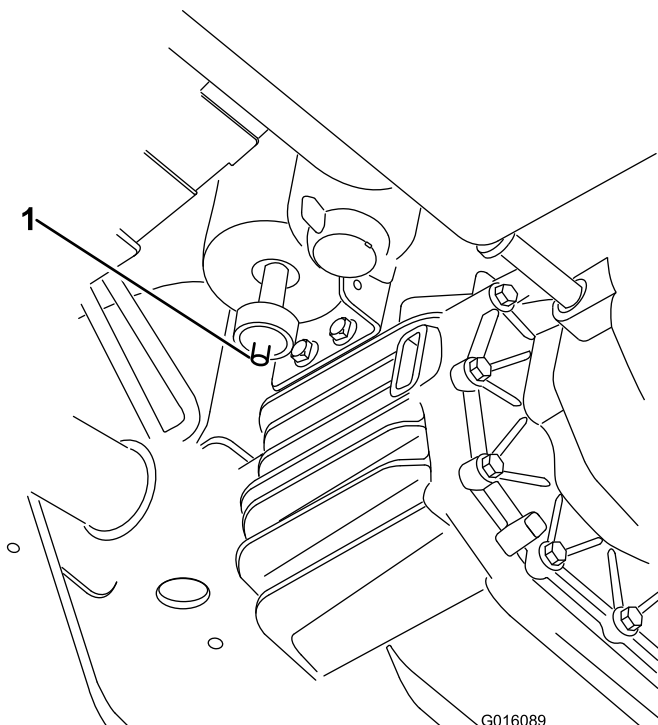

Figure 45
1. Localisez le filtre à air au bas de la cartouche à charbon actif (Figure 45).